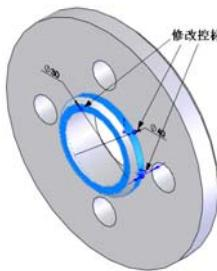

图 5-28 选择特征的图形
**02** 选择需要修改的特征。单击“FeatureManager 设计树”中的“凸台-拉伸 2”，视图中该特征被亮显，如图 5-28 所示。同时，出现该特征的修改控标。